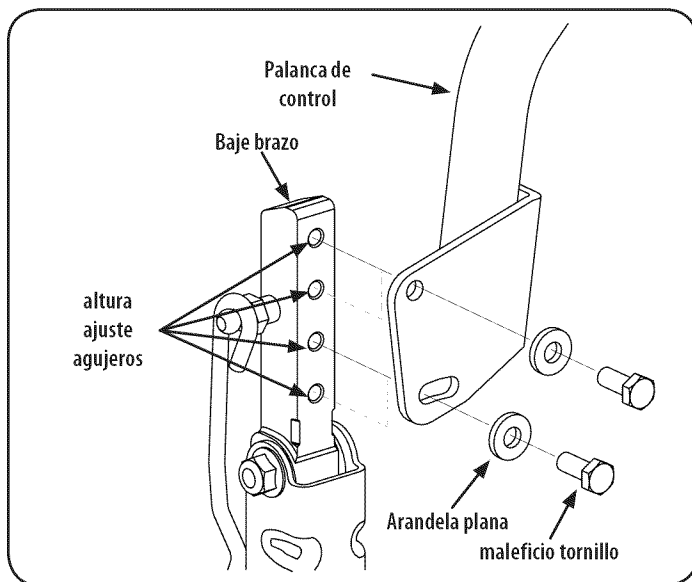

Figura 26
2. Mientras sujeta la palanca de control para evitar que se caiga, quite el tornillo hexagonal y la arandela plana de la parte inferior de la palanca de control y el brazo inferior. Consulte la Figura 26.